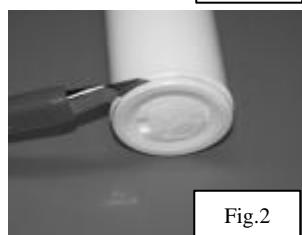

Fig.2
Con l'ausilio di un CUTTER, tagliare e rimuovere completamente il fondo in plastica della cartuccia di ricarica del grasso (**Fig. 2**).
*With the help of a CUTTER, cut completely and remove the plastic bottom of the cartridge (**Fig. 2**).*